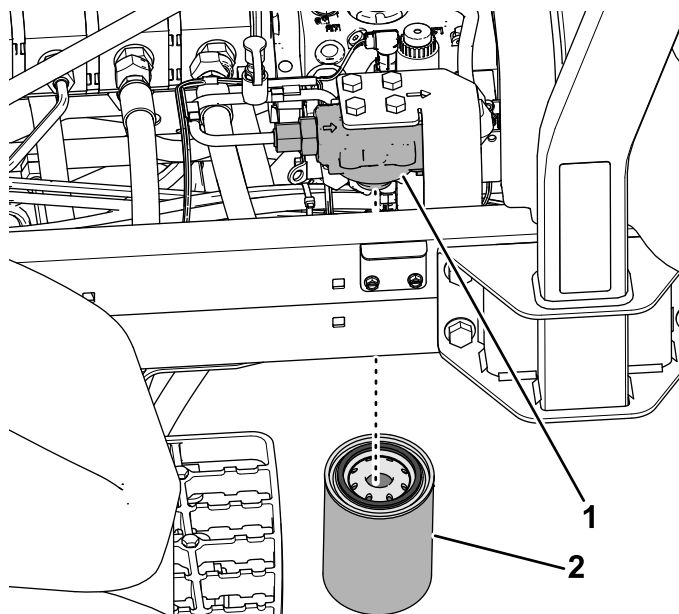

Figura 149
3. En el lado izquierdo de la máquina, coloque un recipiente de vaciado debajo del filtro hidráulico (Figura 149).